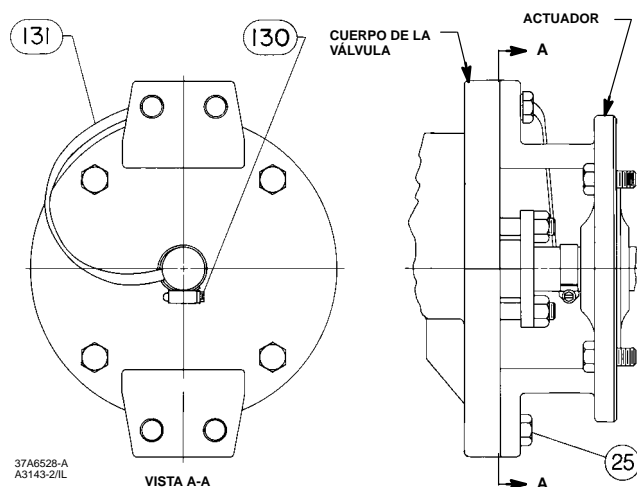

Figura 6. Conjunto de cinta conductora de unión opcional del eje al cuerpo de la válvula
4. Sujetar el conjunto de cinta conductora de unión (clave 131, figura 6) al eje con la abrazadera (clave 130, figura 6).